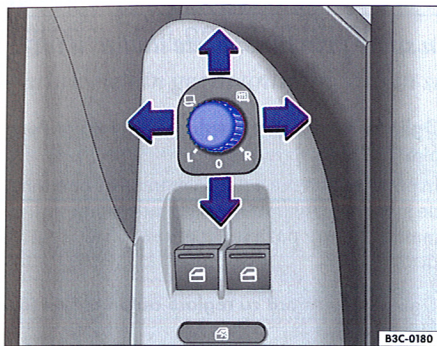

Fig. 55 Imagine din ușa conducătorului: Butonul rotativ pentru oglinzile laterale
1. Rotiți butonul ⇒ fig. 55 în poziția L (oglinzina din stânga).
- Rotiți butonul ⇒ fig. 55 în poziția ☀, pentru a încălzi oglinzile laterale.
- Rotiți butonul ⇒ fig. 55 în poziția ☰, pentru a plia oglinzile laterale. Oglinzile laterale trebuie pliate întotdeauna când se spală autovehiculul în instalații automate de spălare, pentru a evita producerea defecțiunilor.